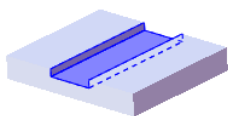
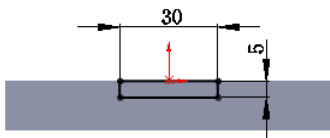

图 3.32.4 拉伸 2
图 3.32.5 横断面草图
Step3. 创建图 3.32.4 所示的零件特征——拉伸 2。选择下拉菜单    命令；选取上视基准面作为草图基准面，在草绘环境中绘制图 3.32.5 所示的横断面草图；采用系统默认的深度方向，在“拉伸”对话框  区域的下拉列表中选择  选项，在“拉伸”对话框  区域的下拉列表中选择  选项；单击  按钮，完成拉伸 2 的创作。